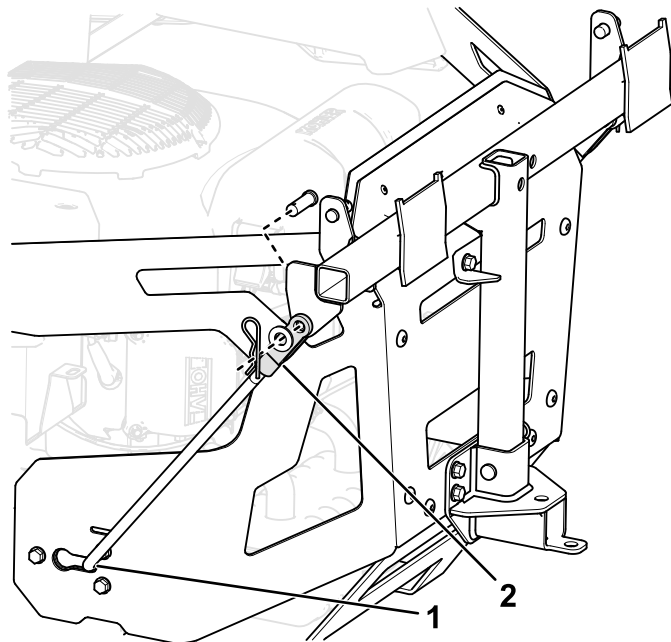

Рисунок 16
5. Установите изогнутый, раструбный конец стержня в паз со шпонкой на боковой стороне рамы машины и переместите стержень назад для установки на раме (Рисунок 16).
7. Закрепите концы стержней на раме травосборника, как показано на Рисунок 16, а также закрепите конец каждого стержня с помощью шплинтуемого штифта и игольчатого шплинта.